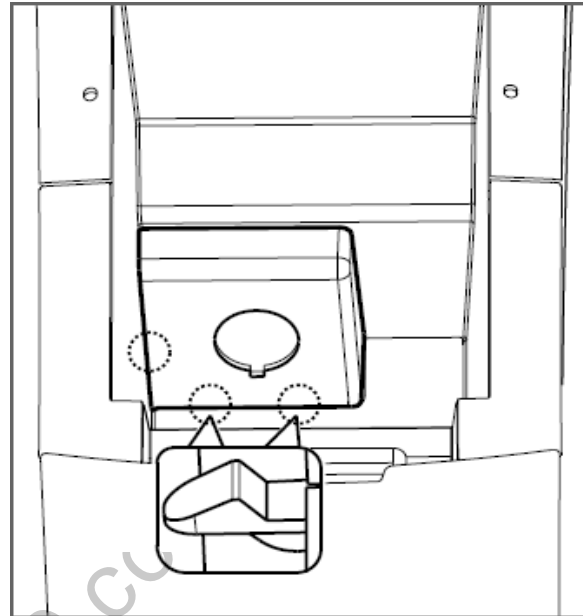

图 1.6.11 备用电源安装板的拆卸 a
- b) 用一字螺丝刀沿备用电源安装板与副仪表板本体配合处小心撬起安装板，直至将全部配合卡脚全部松开，向上翻转取下备用电源安装板。如图1.6.11所示；